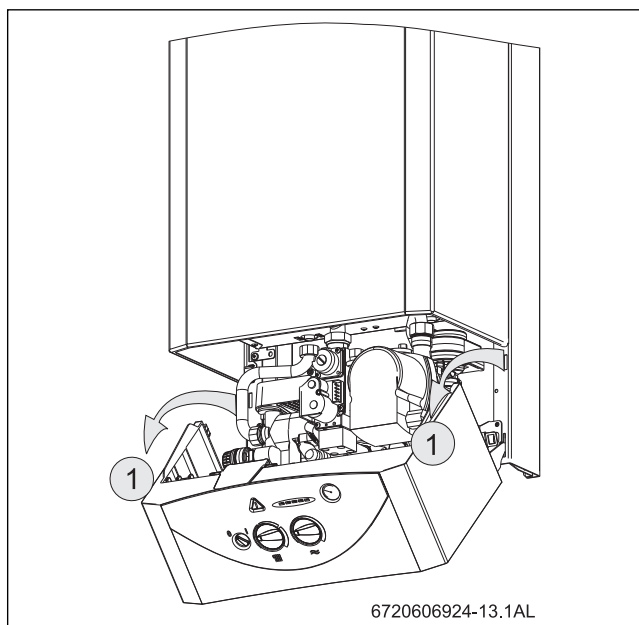

Fig. 21 Posição de serviço para ajuste do gás
- ▶ Desligar o interruptor principal (O) do aparelho.
- ▶ Baixar o painel de comandos para a posição de serviço (ver Fig. 21).
- ▶ Baixar o painel de comandos (ver Fig. 21).
- ▶ Desapertar o parafuso obturador (3) e ligar o manómetro de tubos em U à união de pressão.